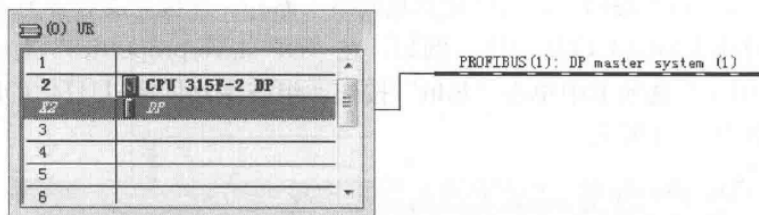
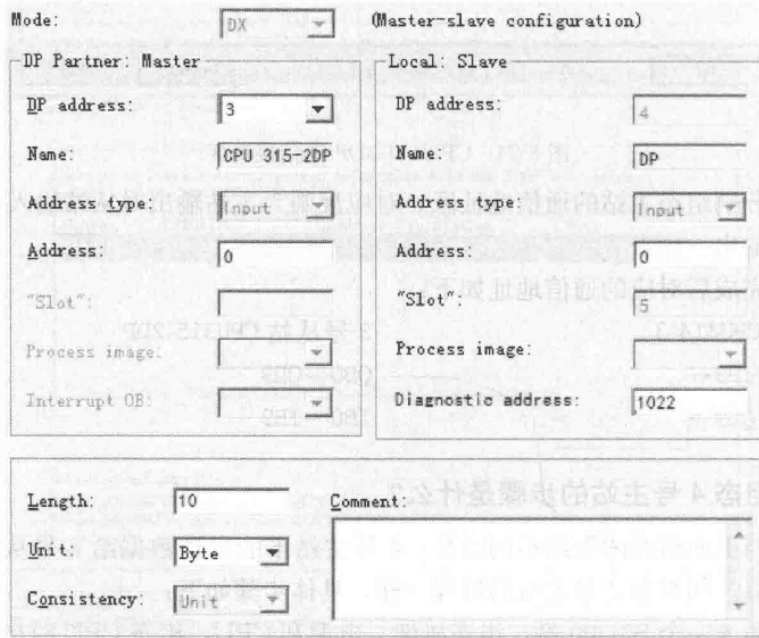

图 8-25 插入 S7-300 站
图 8-26 组态 4 号主站与 3 号从站的通信接口区
(2) 双击图 8-25 中的 DP 栏，选择操作模式为“Master”，选择“Configuration”栏，单击“New”按钮，组态 4 号主站与 3 号从站的通信接口区，与 I 通信一样，这时的通信模式已修改为 DX 模式，主站轮询从站读取数据时，从广播发送数据给其一类主站和其他主站，那么这个从站称为“Publisher”，接收数据的其他主站称为“Recipient”，由于上面组态的从站是 3 号站，那么 3 号站将作为“Publisher”，4 号主站将作为“Recipient”，如图 8-26 所示。